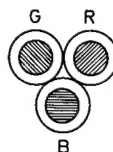

Fig. 1
2. Bei korrekter Einstellung der Farbreinheit soll die Landung der Elektronen in der Bildschirmmitte symmetrisch auf den 3 Leuchtstoffpunkten eines Farbtupels stattfinden (Fig. 1 oder 1 a).
Fig. 1 a
Abweichungen von der exakten Landung werden durch Drehen der Farbreinheitmagnete behoben. Die Landung muß symmetrisch zum Farbtripelmittelpunkt eingestellt werden (Fig. 1 oder 1 a).